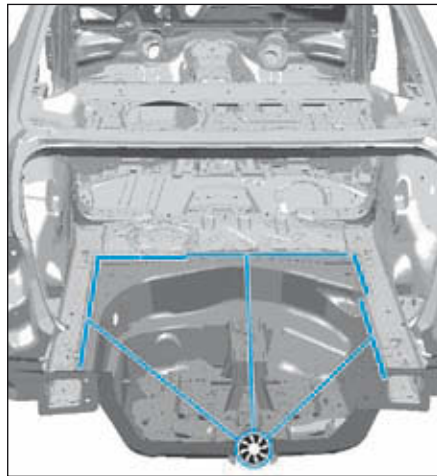

FIG. 149
- Ajuster et souder comme illustré (Fig.149).